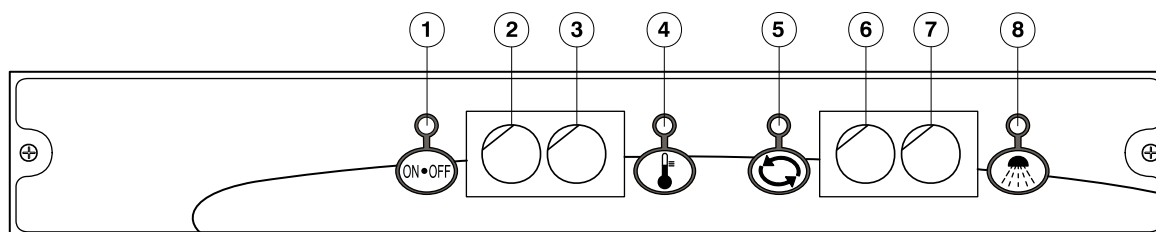

Рис. 14d
| 5. Выбор времени мойки | <p>Если посудомоечная машина оснащена таймером,требуемое время мойки можно задать переключателем «ВРЕМЯ МОЙКИ» (3) (Рис. 14d). Время мойки определяется положением и состоянием (нажат или отпущен) данного переключателя.</p> | <p>Перед пуском мойки переключателем «ВРЕМЯ МОЙКИ» (4) (если имеется) выберите нужное время.</p> <p>Поз. 1: Мойка 45 с Ополаскивание 15 с Общее время цикла 60 с</p> <p>Поз. 2: Мойка 75 с Ополаскивание 15 с Общее время цикла 90 с.</p> <p>Поз. 3: Мойка 105 с Ополаскивание 15 с Общее время цикла 120 с</p> <p>Поз. О: Позиция «О» специальное положение переключателя, фиксирующее текущий этап работы машины: - если машина находится на этапе мойки, она будет продолжать мыть посуду до бесконечности; - если машина находится на этапе ополаскивания, она будет продолжать ополаскивать посуду до бесконечности; - если машина на паузе, при открытии/закрытии крышки мойка не продолжится автоматически.</p> |
| 7. Дополнительное ополаскивание | <p>Если машина оснащена кнопкой ручного пуска ополаскивания (Рис. 14а или Рис. 14d, в зависимости от модели) и необходимо провести дополнительный цикл ополаскивания, нажмите и удерживайте нажатой требуемое время кнопку «РУЧНОЕ ОПОЛАСКИВАНИЕ» (7).</p> | <p>----- -----</p> |
| 8. Опорожнение машины | <p>Для извлечения корзины из машины откройте дверь.</p> <p>Если машина оснащена кнопкой ручного пуска ополаскивания (Рис. 14а или Рис. 14d, в зависимости от модели) для устранения эффекта отпотевания стекла</p> <ol style="list-style-type: none"> 1. установите корзину с посудой обратно в машину, 2. закройте дверь, 3. и запустите еще раз процедуру ополаскивания, удерживая нажатой требуемое время кнопку «РУЧНОЕ ОПОЛАСКИВАНИЕ» (7) | <p>Для извлечения корзины из машины откройте крышку</p> |